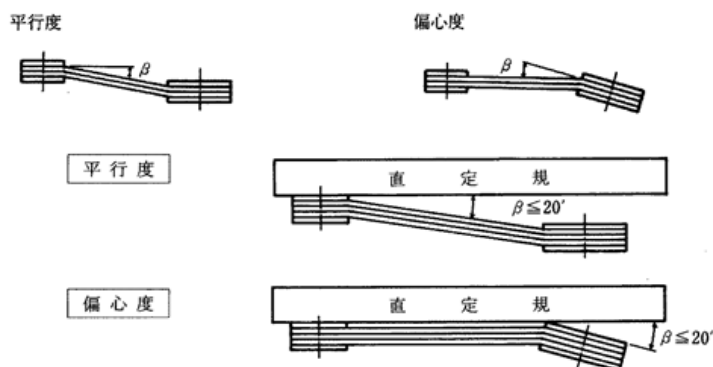
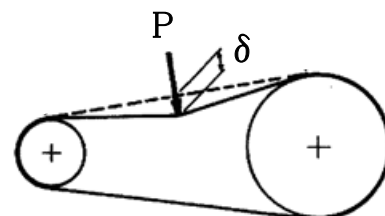

図1 平行度・偏心度
図2 たわみ量
- (1) ベルトカバーを外す。
- (2) モータの締結ネジを緩める。
- (3) モータベースの調整ボルトによりモータをブロワ側へ充分寄せ、旧ベルトを取り外す。
- (4) 新ベルトを取り付ける。ベルトが2本以上の場合はマッチドセットを推奨します。
- (5) モータベースの調整ボルトにより、モータをベルト引っ張り方向へ移動させながら、ブロワプーリーとモータプーリーの側面に定規を当て、図1を参考に平行度と偏心度を出す。同時に、図2と表1を参考に張り調整する。
- (6) モータとモータベースの締結ネジを締めてモータを固定する。
- (7) ベルトカバーを元のように取り付ける。